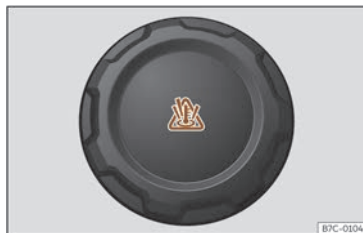

Fig. 194 Compartiment avant : bouchon du vase d'expansion du liquide de refroidissement.
- Le vase d'expansion du liquide de refroidissement du moteur est reconnaissable par le symbole sur le couvercle  >>> **fig. 194**